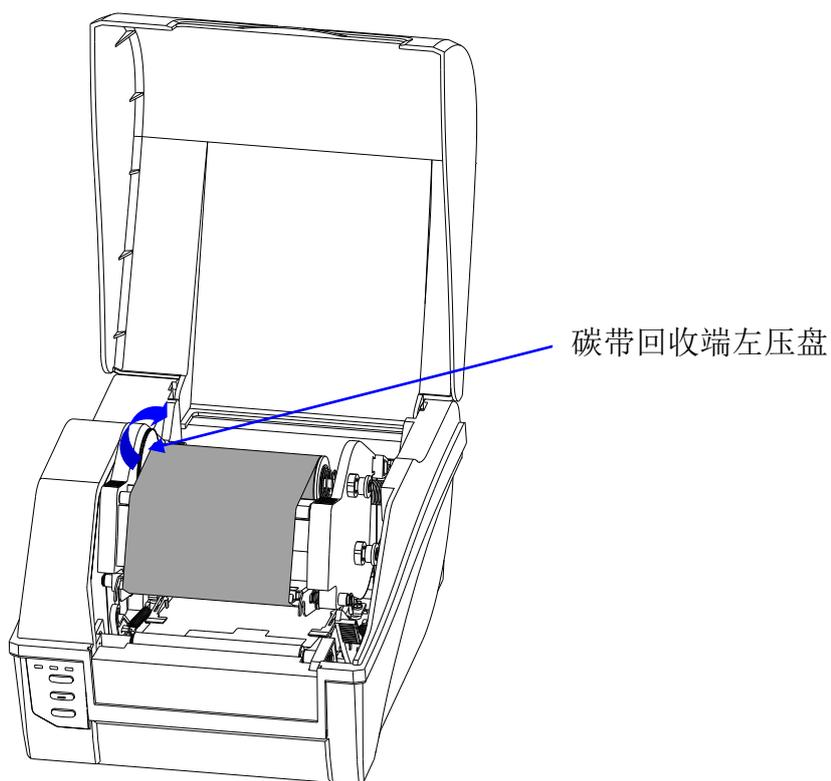

图 2-12 绷紧碳带
- 沿顺时针方向转动碳带回收端左压盘，直至碳带绷紧，如图 2-12 所示。碳带安装完成。